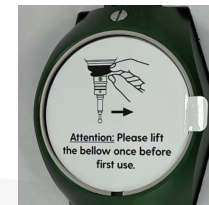

Fig. 11
- Si la sonde n'est pas en position de départ, soulevez brièvement le soufflet pour permettre un échange d'air avant utilisation (Fig. 11, effet de vide)